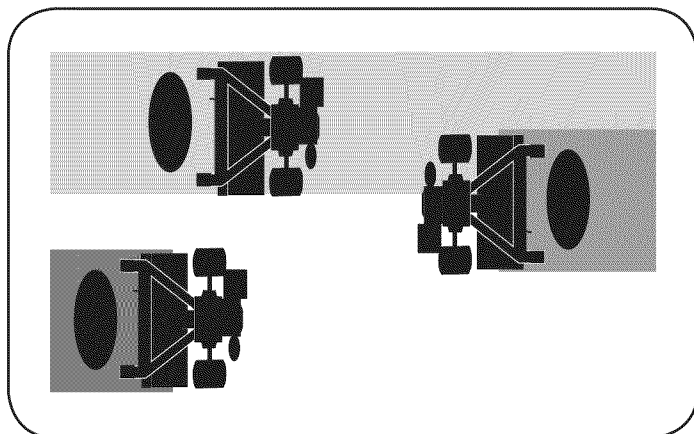

Figura 21
- Si las dimensiones del jardín no permiten la labranza en sentido longitudinal y luego transversal, traslape las primeras pasadas por la mitad del ancho de la cultivadora, continuando con sucesivas pasadas a un cuarto del ancho. Vea la Figura 21.